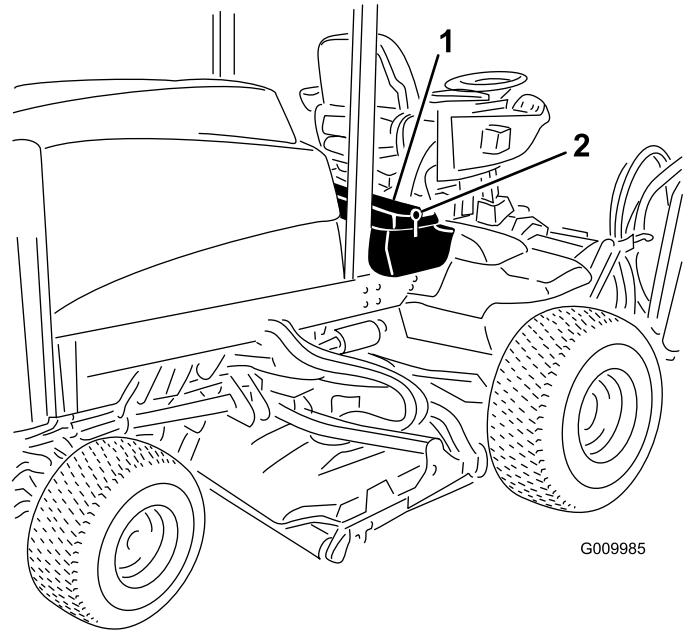
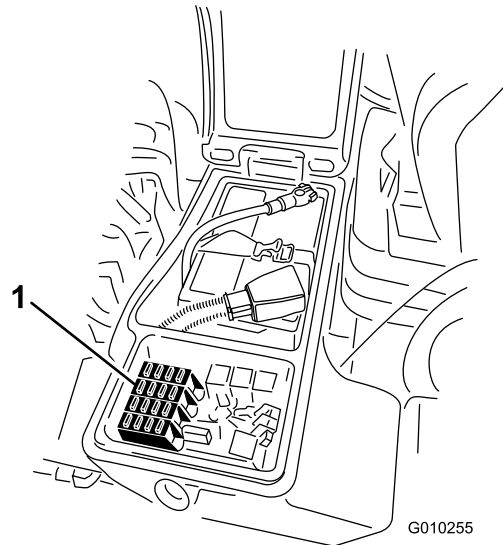

Figura 54
Figura 55
(Figura 54) per esporre il portafusibili (Figura 55).
- Sostituite il fusibile aperto (o fusibili aperti) come opportuno (Figura 55).
- Chiudete il coperchio del vano portaoggetti di destra e fissatelo con il dispositivo di chiusura (Figura 54).